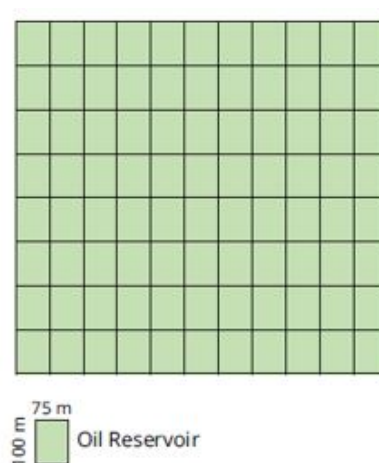

Figura 6.21: Mapa do reservatório área A vista superior.
- i. Mapa do reservatório (área) A vista superior da área do reservatório é ilustrada na figura 6.21.